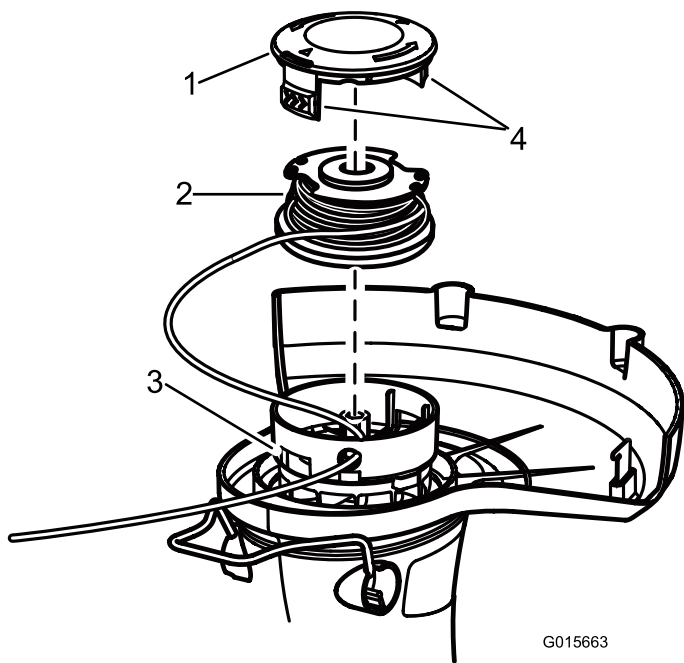

Figura 15
2. Presione las pestañas laterales del retén del carrete (Figura 15).
- Retire el carrete. Ver Cambio del carrete (Figura 15).